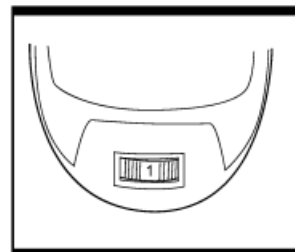

Fig. 3
3. VARIABLE SPEED CONTROL SWITCH (Fig. 3)